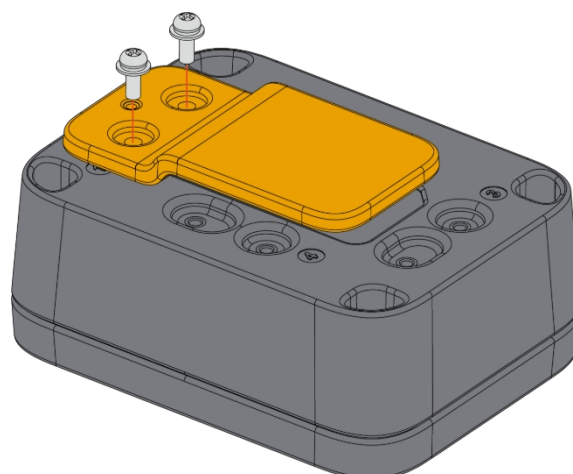

Abbildung 20: Befestigung der Gürtelcliphalterung am Gehäuse
2. Befestigen Sie die mit dem Buchstaben **E** gekennzeichnete Gürtelcliphalterung mit zwei (2) M3\*8-mm-Kopfschrauben mit Unterlegscheibe am WisBlock Unify-Gehäuse. Platzieren Sie sie an den festen Positionen Nr. **1** oder **3** des Gehäuses, wie in **Abbildung 20** dargestellt.